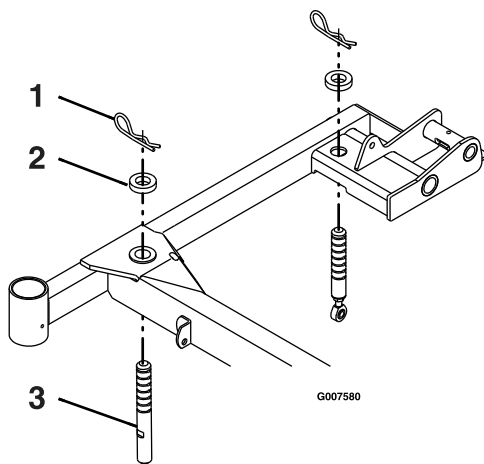

Figura 63
3. Verifique que todas las chavetas se encuentren en los orificios de la carcasa de corte que se encuentran a 7.62 cm (3") con los espaciadores por debajo de las chavetas (Figura 63).
cuchillas de 7.62 cm (3") en la parte delantera de la carcasa y 8.26 cm (3¼") en la parte trasera de la carcasa (Figura 63).